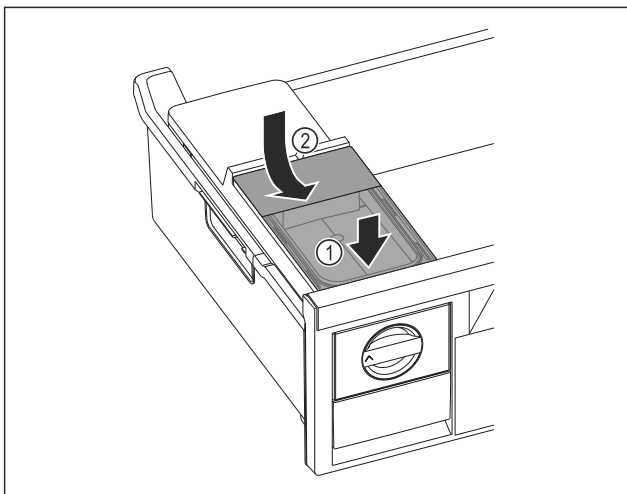

Fig. 110
- Placer le réservoir d'eau à l'avant. Fig. 110 (1)
- Abaisser le réservoir d'eau à l'arrière. Fig. 110 (2)